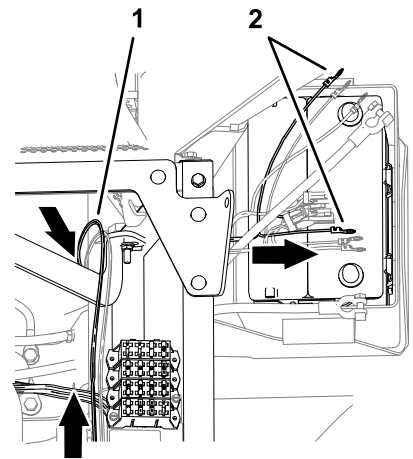

Figura 156
1. Enrute los terminales de anillo del arnés de cables marcados BATTERY y GROUND hacia atrás, y por encima del soporte del asiento (Figura 156).
2. Enrute los terminales de anillo por debajo del tubo izquierdo del bastidor y por encima de la batería (Figura 156).